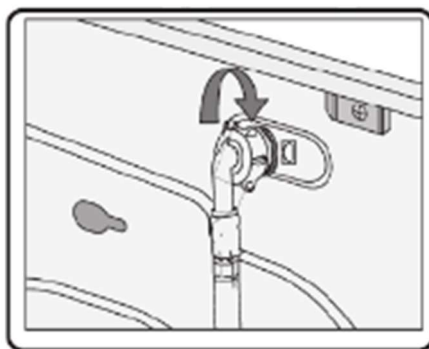

Рис. 2
- После этого открутите шланг подачи воды от задней панели стиральной машины (Рис. 2).